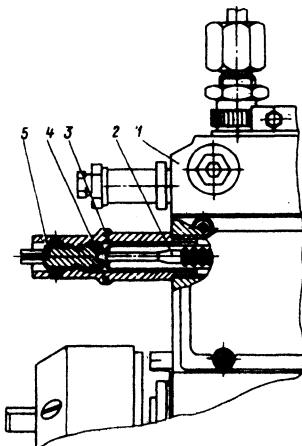
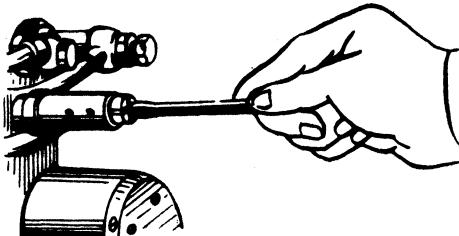

Рис. 38. Устройство для ограничения мощности на обкаточный период двигателя ЯМЗ-240М2:
Рис. 39. Вывертывание винта-ограничителя мощности
13. Снять пломбу и вывернуть до упора винт 5 (рис. 38) ограничения мощности (рис. 39). У двигателей ЯМЗ-240НМ2 и ЯМЗ-240ПМ2 снять пломбу с винтов 8 (рис. 20) крышки уравнителя давления, снять крышку